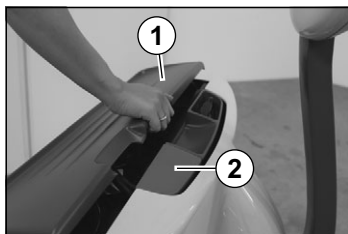

Fig. 29 Åbning af batteridæksel
4. Hold batteridækslet **1** med griberen (se fig. 29), og luk det.